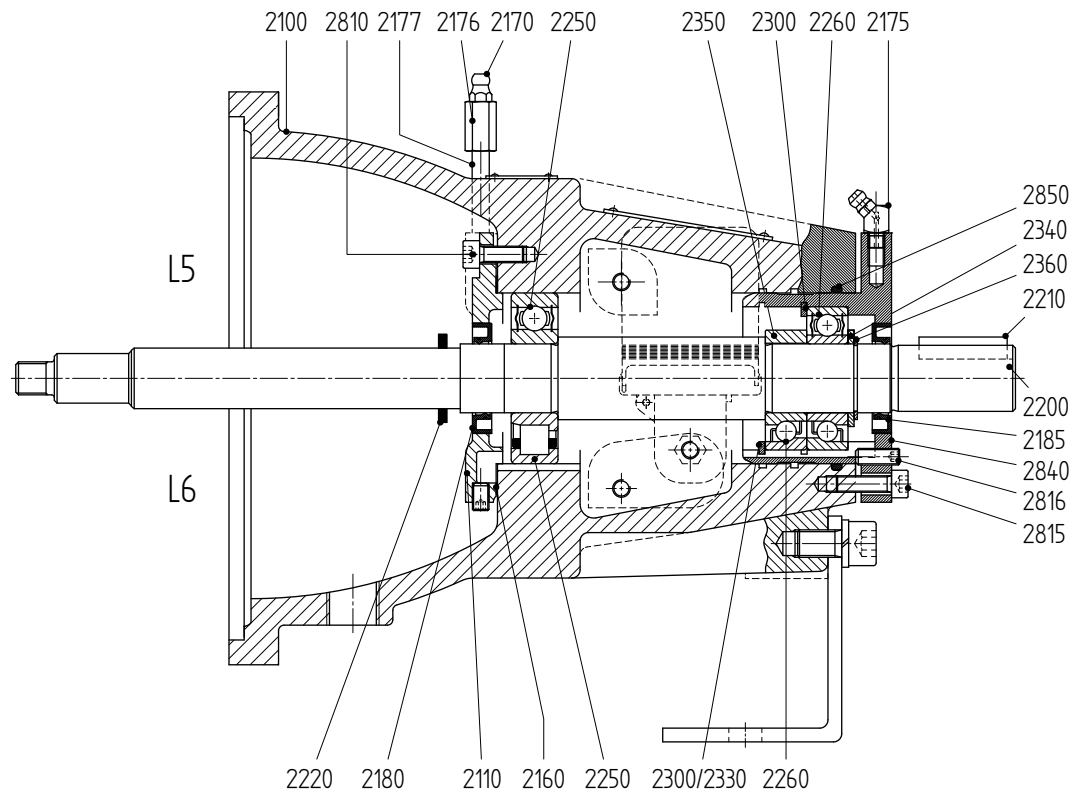

Abbildung 34: Lagerung L5-L6 von 25-125, 25-160).
7.12.1 Demontage der Lagerung L5 (Standard, fettgeschmiert, einstellbar) Die verwendeten Positionsnummern beziehen sich auf Abbildung 34.
Die verwendeten Positionsnummern beziehen sich auf Abbildung 34.